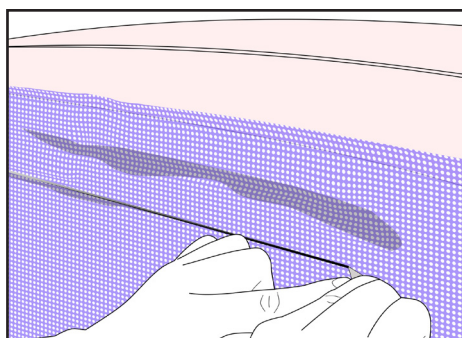

Figure 28
- ▶ Procéder à la coupe du film microperforé à ras du haut de la vitre. (FIG. 28)